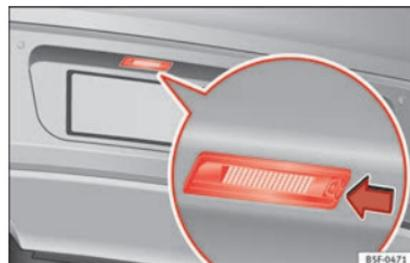

Fig. 117 Sur le pare-chocs arrière : éclairage de la plaque d'immatriculation.
1. Appuyez sur la languette de l'éclairage de la plaque d'immatriculation dans le sens de la flèche » fig. 117.